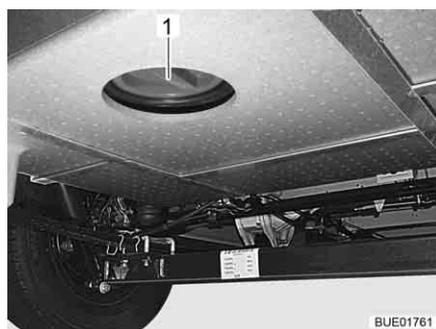

Fig. 181 Ouverture de nettoyage du réservoir d'eaux usées
- Ouvrir l'ouverture de nettoyage (Fig. 181, 1) du réservoir d'eaux usées et le robinet de vidange.